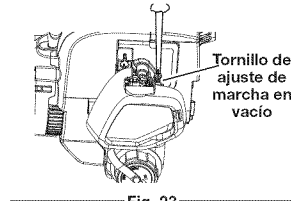

Fig. 23
2. Suelte el gatillo del regulador y deje que el motor se mantenga en marcha en vacío. Si el motor se detiene, inserte un destornillador pequeño phillips en el tornillo de ajuste de marcha en vacío (Fig. 23). Gire el tornillo de marcha en vacío en sentido de las agujas del reloj 1/8 de vuelta cada vez (según sea necesario) hasta que el motor funcione en marcha en vacío sin inconvenientes.